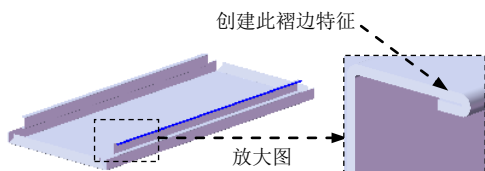
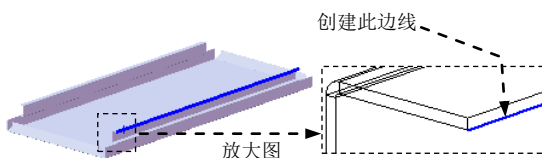

图 17.9.28 创建褶边 1
图 17.9.29 定义特征的边线
Step12. 创建图 17.9.28 所示的褶边 1。
(1) 选择命令。选择下拉菜单 **插入(I)** → **钣金(B)** → **褶边(B)...** 命令，系统弹出“褶边”对话框。
(2) 定义特征的边线。选取图 17.9.29 所示的模型边线为生成的褶边的边线。
(3) 定义褶边类型和大小。在 **边线(E)** 区域中选中“材料在内”按钮 。在 **类型和大小(T)** 区域中选择“打开”选项 。在  文本框中输入角度值 2.0。在  文本框中输入 0.1。
(4) 单击  按钮，完成褶边 1 的创建。